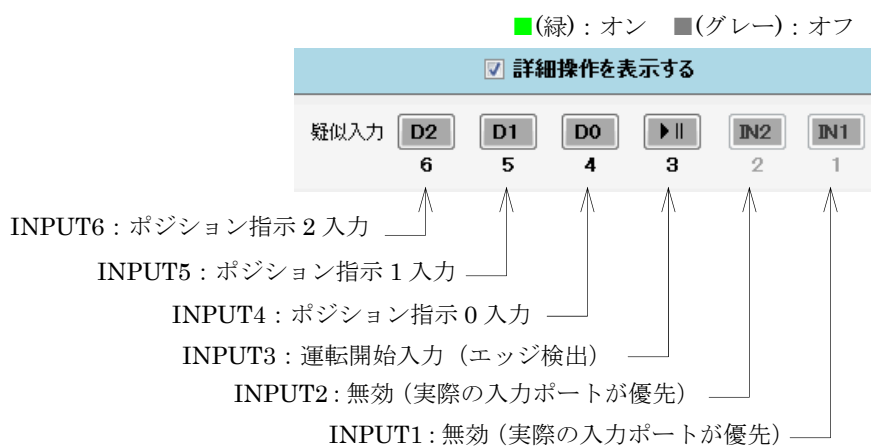

図 8.13 「疑似入力」ボタンとINPUT1~6の対応
- 「疑似入力」ボタンとINPUT1~6の対応は、図8.13に示す設定がされております。